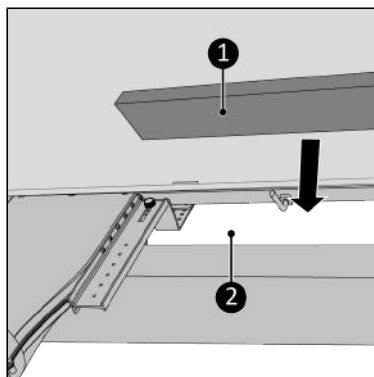

Figure 206.
15. Comblez les espaces vides (Figure 206, pos. 1) avec la mousse d'isolation fournie (Figure 206, pos. 2), découpez la mousse si nécessaire\*.